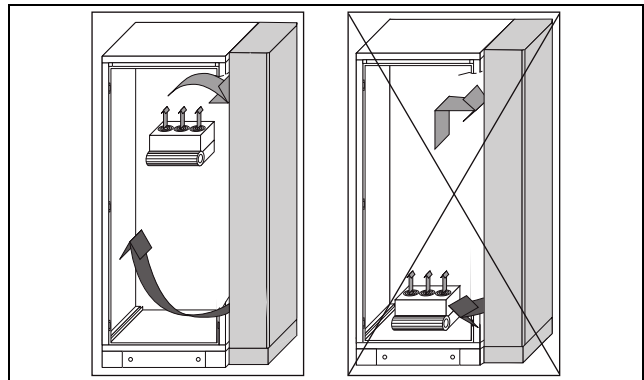

Imagen 3: No orientar nunca el caudal de aire frío hacia componentes activos
- Ponga atención también en el flujo de aire producido por los sopladores propios de los componentes electrónicos (imagen 3).